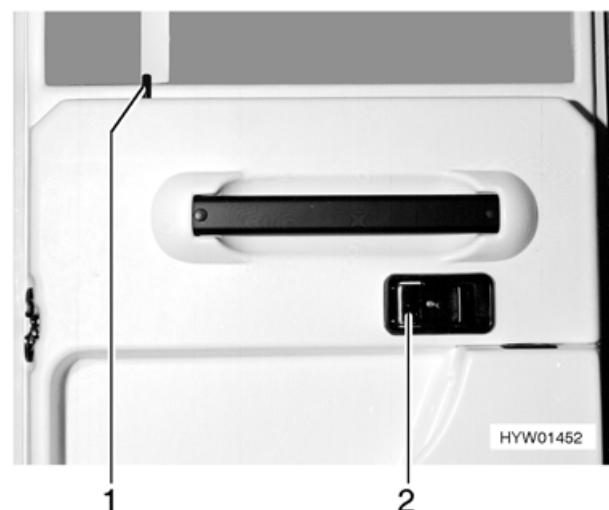

Bild 20 Türschloss Fahrertür, innen
- Am Griff (Bild 20,2) ziehen. Das Türschloss wird entriegelt.
- Sicherungsknopf (Bild 20,1) nach unten drücken.